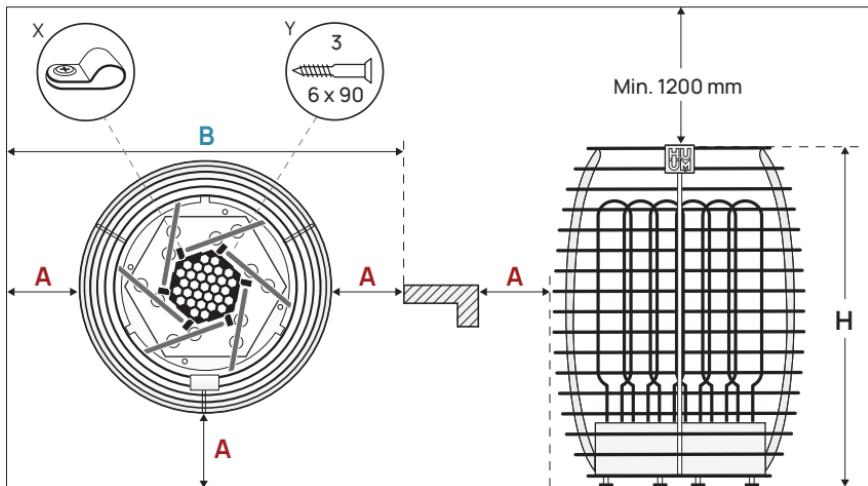

Abbildung 1. Platzierung des Saunaofens
- Überprüfen Sie, ob an der Einbaustelle des Saunaofens die minimalen Sicherheitsabstände eingehalten worden sind? Die minimalen Sicherheitsabstände der Decke der Schwitzstube und der Wände finden Sie in der **Tabelle 1** und in der **Abbildung 1**.